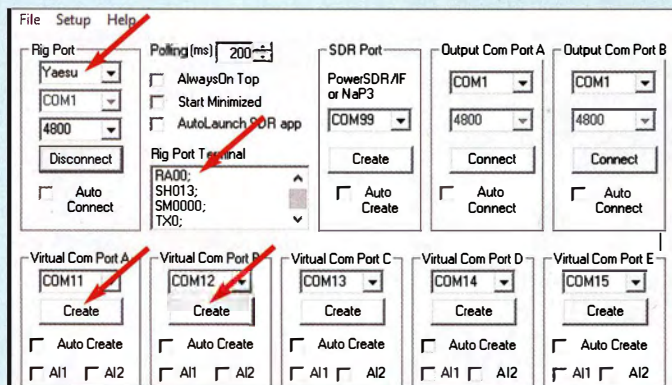

Bild 27: Die Einstellungen in UcxLog betreffen nur wenige Schnittstellenparameter des nun virtuellen Ports COM11.
- in *UcxLog, Settings -> Transceivers* sind die Parameter gemäß Bild 27 zu übernehmen;